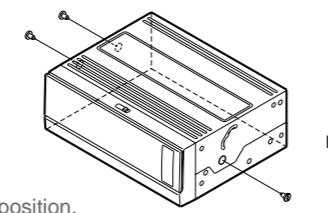

Figure 3 / Figure 3 / Figura 3
1. Before attempting to use this unit you must first remove the packing safety lock螺丝 (3 positions). Store these lock螺丝 carefully so they can be used again if needed. (Figure 3)
1. Avant de pouvoir utiliser l'appareil, vous devrez retirer toutes les vis de verrouillage de sécurité (3 endroits) à l'aide d'un tournevis. Conservez précieusement ces vis de verrouillage de façon à pouvoir les réutiliser le cas échéant. (Figure 3)